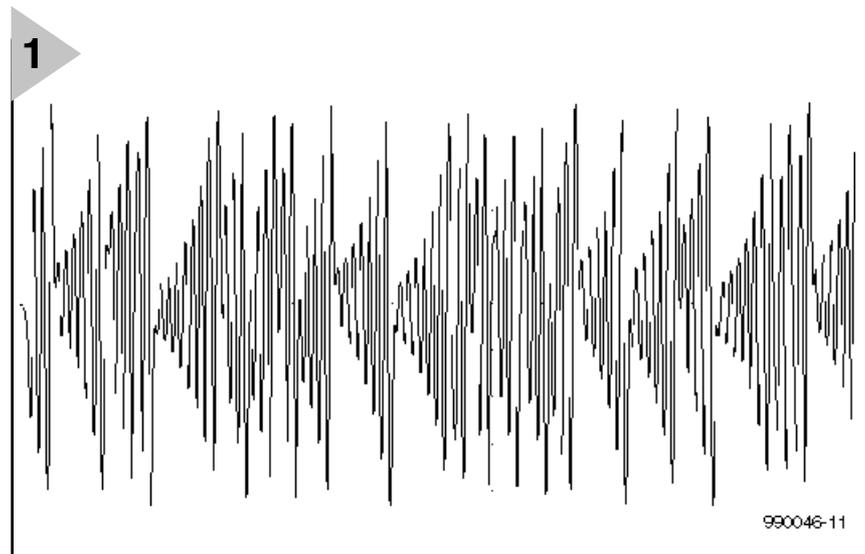

Figure 1. Courbe d'un diagramme de temps chaotique.
Qu'est-ce que le chaos ? Comment peut-on le définir ? Deux tests principaux peuvent le mettre en évidence. D'abord, un circuit électronique peut manifester du chaos si l'allure des ondes de sortie peut être significativement altérée en modifiant légèrement (disons d'1%) la valeur d'un composant. Un exemple d'onde de sortie typiquement chaotique avec le temps est montré en **figure 1**.
teurs étranges semblables aux ondes présentées dans les figures 1 et 2. Le logiciel Pspice peut être téléchargé depuis le BBS Edream en Grande-Bretagne, accessible par le numéro de téléphone (01442) 256362. Le livre de Tunjenga référencé à la fin de cet article est une bonne introduction à Pspice et aux listes d'équipotentiels des circuits. La liste d'équipotentiels est issue d'un des premiers circuits d'analyse du chaos. Ce circuit consiste en une composition inductance-capacité (LC) connectée à un circuit à résistance négative fourni par deux amplificateurs opérationnels. Le circuit complet est présenté en **figure 3**.
Le circuit est appelé le Circuit à Diode de Chua, du nom du Professeur Chua qui le créa et l'analysa dans les années 1980. Une fois le programme Pspice en fonction, appelez la liste d'équipotentiels et enregistrez-la. La plupart des types d'erreur sont listés automatiquement à ce stade, où neuf problèmes sur dix sont typographiques. Allez alors sur la barre des menus, sélectionnez « Analyse » et lancez Pspice pour simuler le circuit (le processus prend environ une minute sur un ordinateur de 300 MHz utilisant Windows en mode DOS Shell). Lorsque la simulation est complète, un écran d'affichage apparaît. Appuyez sur la touche « Entrée » pour Add_Trace, puis appuyez sur la touche F4, mettez en évidence V1 et Entrez. Une courbe semblable à celle de la figure 1 apparaît. Pour afficher l'attracteur étrange, allez sur l'axe des X, Entrez, et ensuite sur la variable X et Entrez. Une image semblable à celle de la figure 2 est affichée. Essayez quelques autres tensions ou intensités listées pour afficher différents attracteurs.